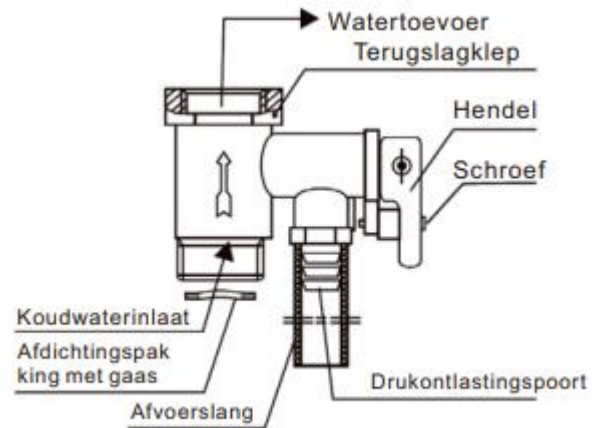

Figure 3
1. Das Sicherheitsventil (ursprüngliche Werkskennzeichnung 0,8 MPa) muss am Wassereinlassanschluss installiert werden (wie in Abb. 3 gezeigt), Teflonband muss umwickelt werden, um die Abdichtung zu gewährleisten. Die Pfeilrichtung sollte der Fließrichtung des Wasserzulaufs des Elektroboilers entsprechen (siehe Abb. 3). Die Netzdichtung sollte am Kaltwassereinlass des Sicherheitsventils installiert werden und der Ablaufschlauch am Überdruckauslass des Sicherheitsventils sollte installiert werden, um ein kontinuierliches Gefälle aufrechtzuerhalten. Der Warmwasserbereiter sollte in einer frostfreien Umgebung installiert und dann bis zum Erdschluss verlegt werden, in Verbindung mit der Atmosphäre gehalten und ordnungsgemäß gesichert werden, um Verbrühungen durch den Austritt von heißem Wasser oder Dampf zu verhindern. Das Sicherheitsventil kann verhindern, dass der Tankdruck den Nenndruck um 0,1 MPa überschreitet. Wenn der Druck im Tank zu hoch ist, öffnet sich automatisch das Sicherheitsventil und Wasser wird aus dem Druckentlastungsanschluss abgelassen, um den Druck abzubauen.
4. Bei normalem Gebrauch sollte der Griff des Sicherheitsventils (Abb.3) regelmäßig geöffnet werden, um Kalkablagerungen zu entfernen. Methode: Ziehen Sie den Ablassgriff nach oben in die horizontale Position (wenn der Griff mit Schrauben ausgestattet ist, entfernen Sie die Schrauben mit einem Schraubendreher, bevor Sie